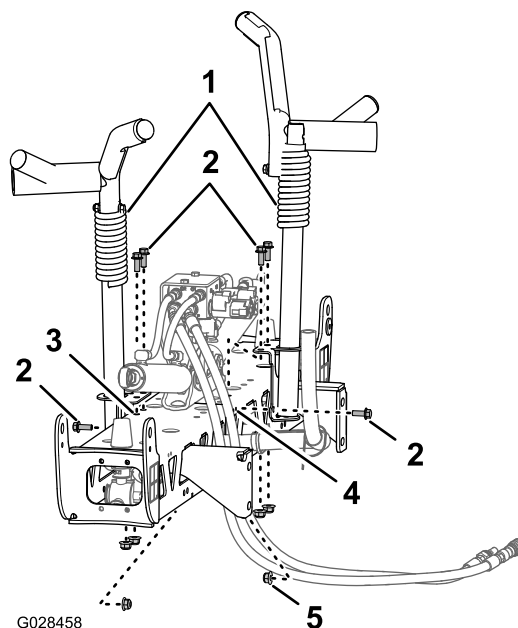
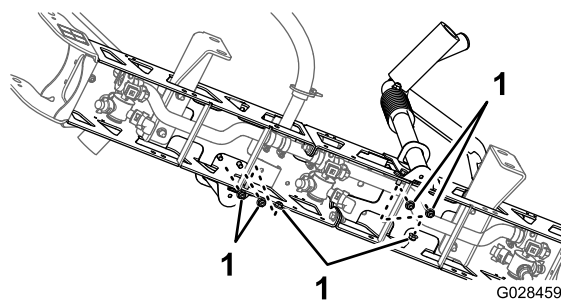

図 37
図 38
2. 移動走行用ブームクレードルをセンターブームに合わせる (図 37)。
3. ボルト $\frac{3}{8}$ x 1"6本とフランジナット $\frac{3}{8}$ "を使用して、クレードルをブームに固定する 図 37と 図 38。